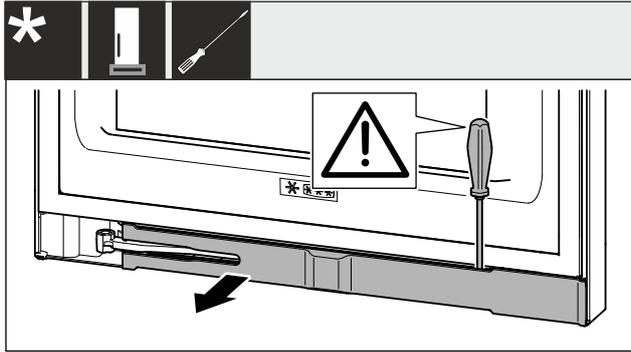

Fig. 4
- ▶ Desencastrar el panel con un destornillador plano y girar hacia un lado Fig. 4 ()